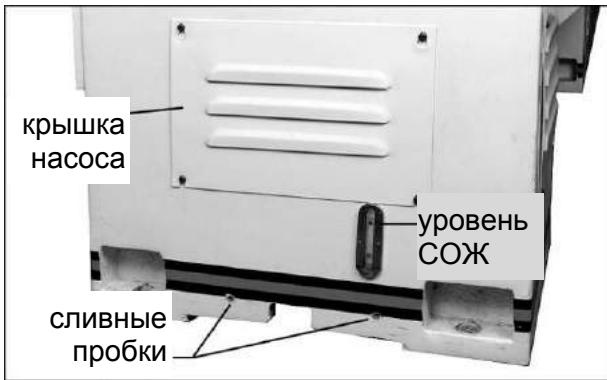

Рис. 17
1. Снимите крышку отсека насоса СОЖ (Рис.17). Удостоверьтесь, что насос не сместился во время транспортировки. Залейте примерно 15 литров смазывающе-охлаждающей жидкости в бак для СОЖ. Используйте мерную емкость, чтобы определить полное наполнение бака.
Для слива СОЖ из бака открутите две сливных пробки (Рис.17).